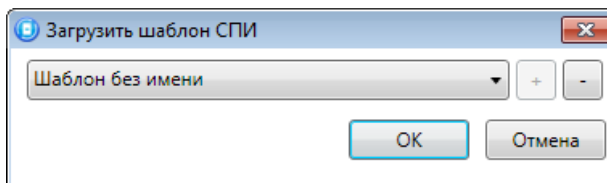

Рисунок 4.48 — Окно *Загрузить шаблон СПИ*
- *Загрузить шаблон настроек:* открытие окна *Загрузить шаблон СПИ* (см. рисунок 4.48), с помощью которого может быть сконфигурирован контроллер по предварительно созданному шаблону. Для того чтобы применить шаблон, выберите его в списке и нажмите кнопку *ОК*. Для того чтобы удалить один из сохраненных шаблонов, выберите его в списке и нажмите кнопку .